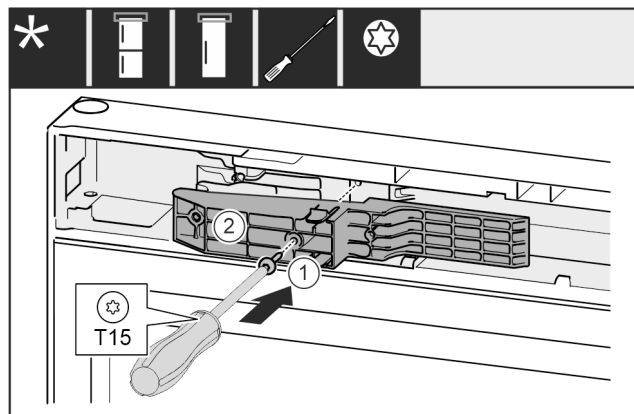

Fig. 50 *
- ▶ 将把手侧的适配件 Fig. 50 (1) 插入凹槽。*
- ▶ 将螺钉 Fig. 50 (2) 用螺丝刀拧紧。*